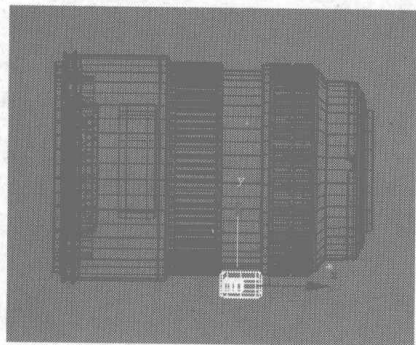
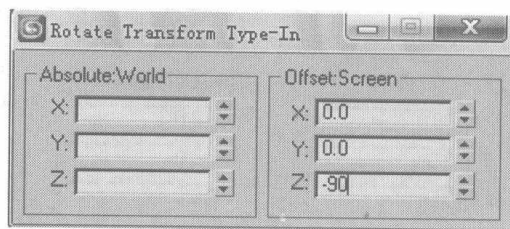
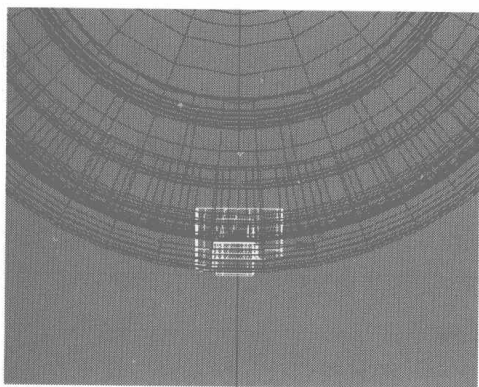

图 6.501
图 6.502
图 6.503
- 11** 将制作好的开关移动到如图 6.501 所示的位置，选择 Left 视图，在工具栏中单击右键  按钮，在弹出的对话框中设置旋转参数，如图 6.502 所示。再将其移动到合适的位置，如图 6.503 所示。